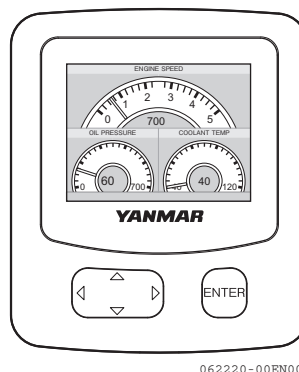

Figure 38
- Lorsque le moteur démarre, l'écran du système de pilotage affiche l'écran avec les conditions du moteur **(Figure 38)**.